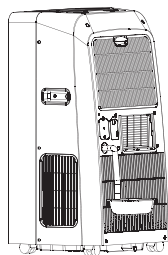

Рис. 10
- Осторожно высвободите сливной шланг из резинового хомута и извлеките из свободного конца шланга резиновую заглушку. Проложите шланг с уклоном, обеспечивающим слив жидкости самотеком, в сливной бак (см. рис. 10).